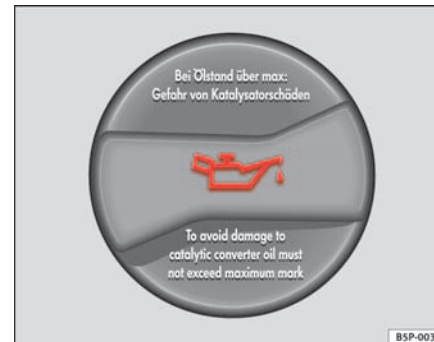

Abb. 123 Deckel der Motoröl-Einfüllöffnung im Motorraum
- Schrauben Sie den Deckel der Motoröl-Einfüllöffnung ab ⇒ **Abb. 123**.